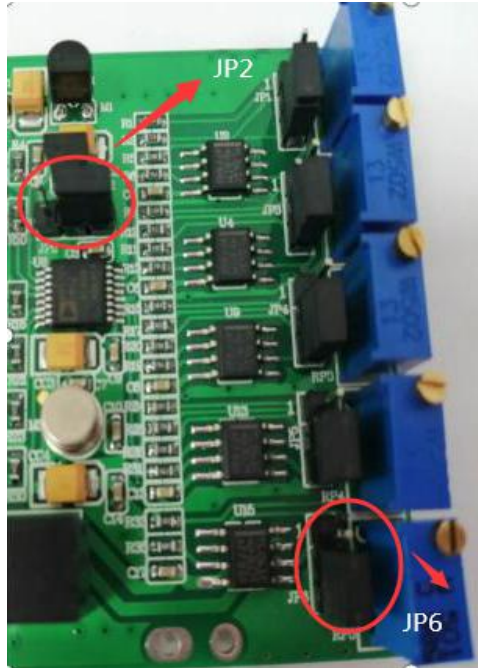

图 6 单极性(0~5V, 0~10V)
- 1、单极性(0~5V, 0~10V)： JP2、JP6 的 2 脚和 3 脚分别短接，可设置 4 路输出为单极性： 如图 6